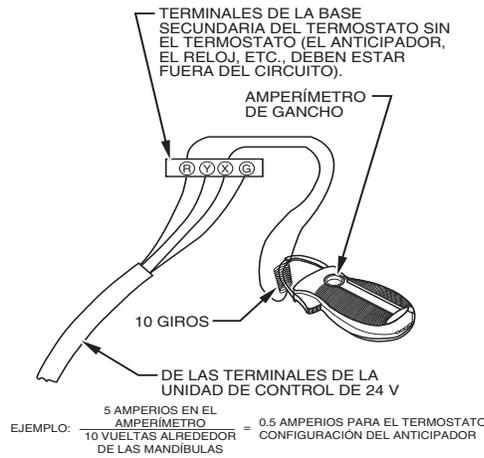

Fig. 52 – Verificación del amperaje con un amperímetro A96316SP
- (3.) Conecte un amperímetro entre los terminales R y W de la subbase o entre los cables R y W de la pared. (Consulte Fig. 52).